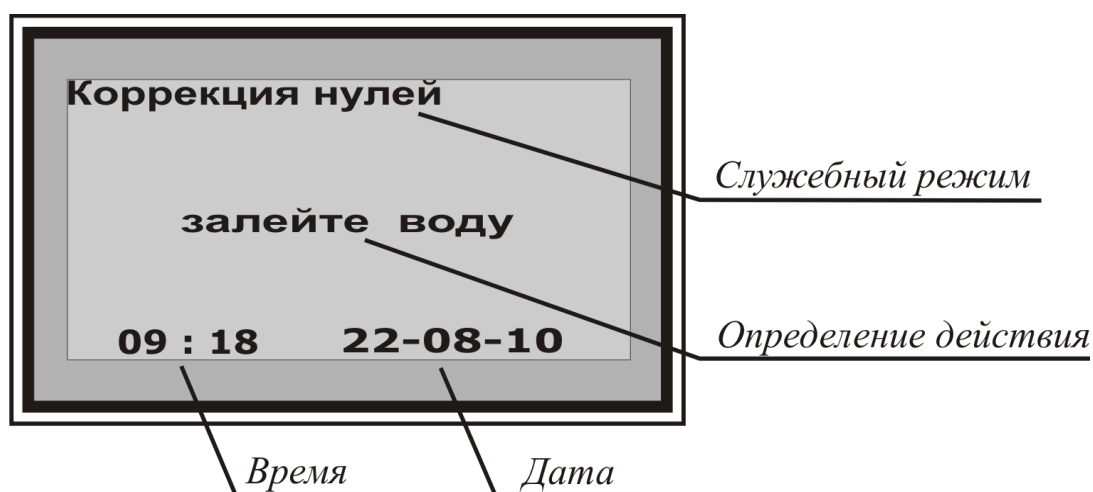

Рисунок 2.9
2.7.4.2 Коррекция нулей проводится только на **дистиллированной** воде. Перед началом работ провести три измерения дистиллированной воды в обычном режиме. Затем переключить анализатор в режим коррекции нулей. Для этого необходимо в меню «Обслуживание» выбрать соответствующую опцию и подтвердить выбор кнопкой «▶». Анализатор сам перейдет в режим коррекции нулей, после чего необходимо залить дистиллированную воду температурой  $(20 \pm 2)$  °С, следуя за «определением операции» индицируемой на дисплее (рисунок 2.9).